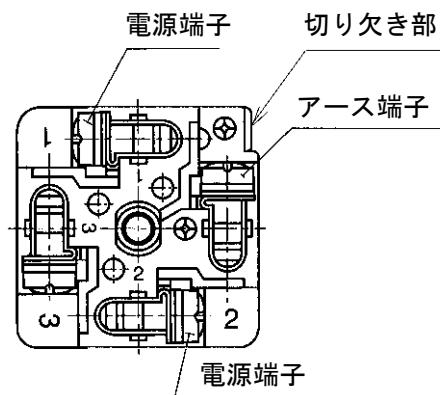

図9 端子の位置と名称(端子台③)
- (c) 端子台③よりワッシャー付ねじ⑨を外し、P16 図 9 のように配線した後、再びねじ⑨を締め込みます。